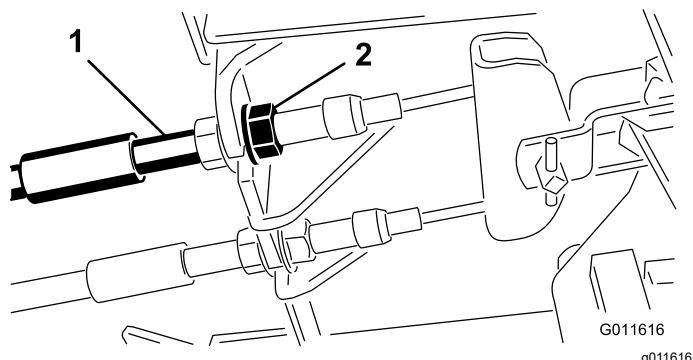

图 46
1. 要缩短刹车踏板的自由行程可以通过松开刹车拉线螺纹端的前螺母紧固刹车图 46。